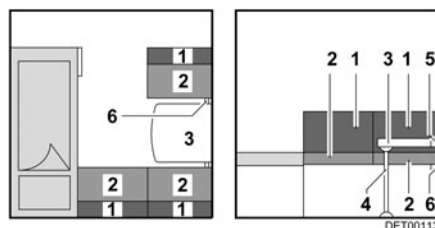

Fig. 87 Avant la transformation
- Faire pivoter la table (Fig. 87,3) de 45° vers le haut et prendre la baguette de support supérieure (Fig. 87,5).
- Retirer le pied de table (Fig. 87,4).
- Insérer la baguette (Fig. 87,6) ou tirer vers le centre. La baguette est positionnée correctement si elle maintient le plateau de table directement derrière le logement pour le pied de table.